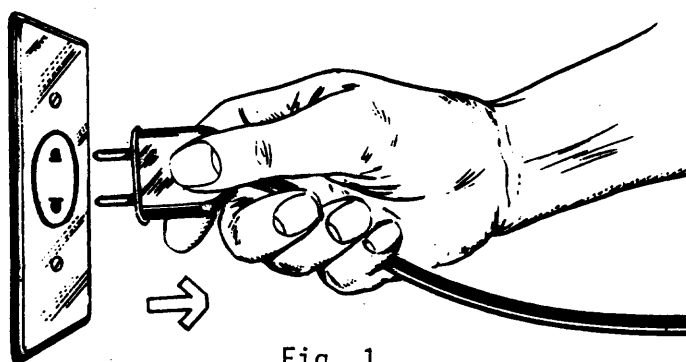

Fig. 1
*NUNCA RETIRE EL ENCHUFE TIRANDO POR EL HILO (fig. 1).*